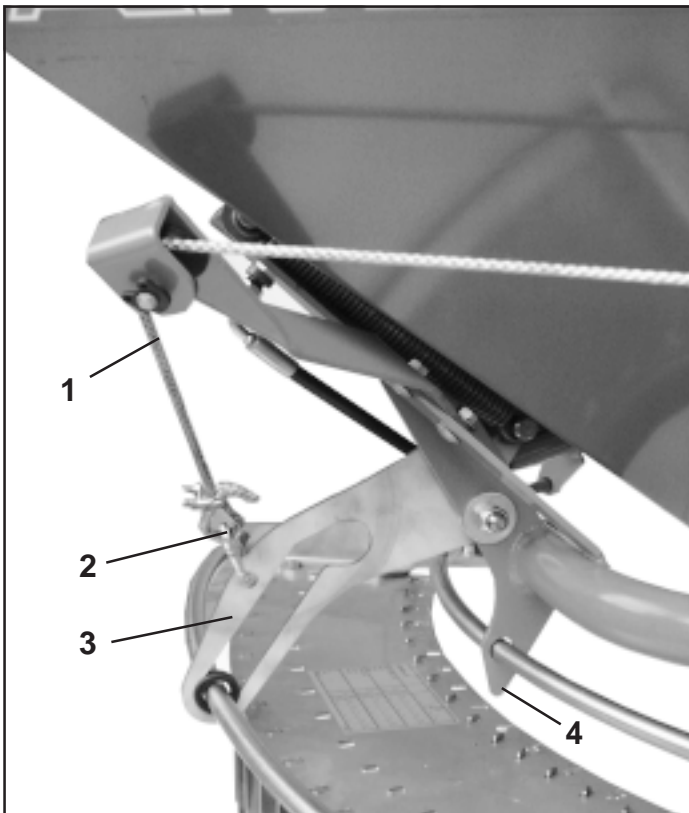

Fig.1
**Das Tauwerk (Fig.1/1), welches zwischen der Gelenklasche (Fig.1/3) am Grenzstreuschirm und der Mengeneinstellung montiert wird, dient nur zum Grenzstreuen.**
**Beim Randstreuen wird das Tauwerk nicht benötigt. Das heißt, das Tauwerk muß mit dem Karabinerhaken (Fig.1/2) von der Gelenklasche (Fig.1/3) getrennt werden.**
**The cordage (Fig.1/1)**, which is fitted between the link tongue (Fig.1/3) on the spread deflector and the spread rate setting, **only serves for boundary spreading.**
**For normal-border spreading the cordage is not necessary. That means the cordage must be unhooked from the link tongue (Fig. 1/3) with the aid of the spring hook (Fig. 1/2).**
**La corde (Fig.1/1)** qui est montée entre la patte de fixation articulée (Fig.1/3) sur le déflecteur **limitier** et le réglage de débit, **sert uniquement pour l'épandage en limite.**
**La corde n'est pas nécessaire pour l'épandage en bordure. Le corde doit donc être dégagée de la patte de fixation articulée (Fig.1/3) en utilisant le mousqueton (Fig.1/2).**
**De touwconstructie (Fig.1/1)**, die tussen de scharnierarm (Fig.1/3) van het lamellenblok en de hoeveelheidinstelling wordt aangebracht, **dient alleen voor het grensstrooien.**
**Voor het kantstrooien is deze touwconstructie niet nodig. Dit betekent, dat het touwwerk met de karabijnhaak (Fig.1/2) bij de scharnierarm (Fig.1/3) moet worden losgemaakt.**